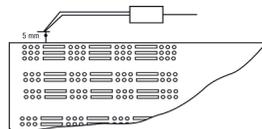

Рис.5
- Проверьте положение пускового электрода (см. рис.5).